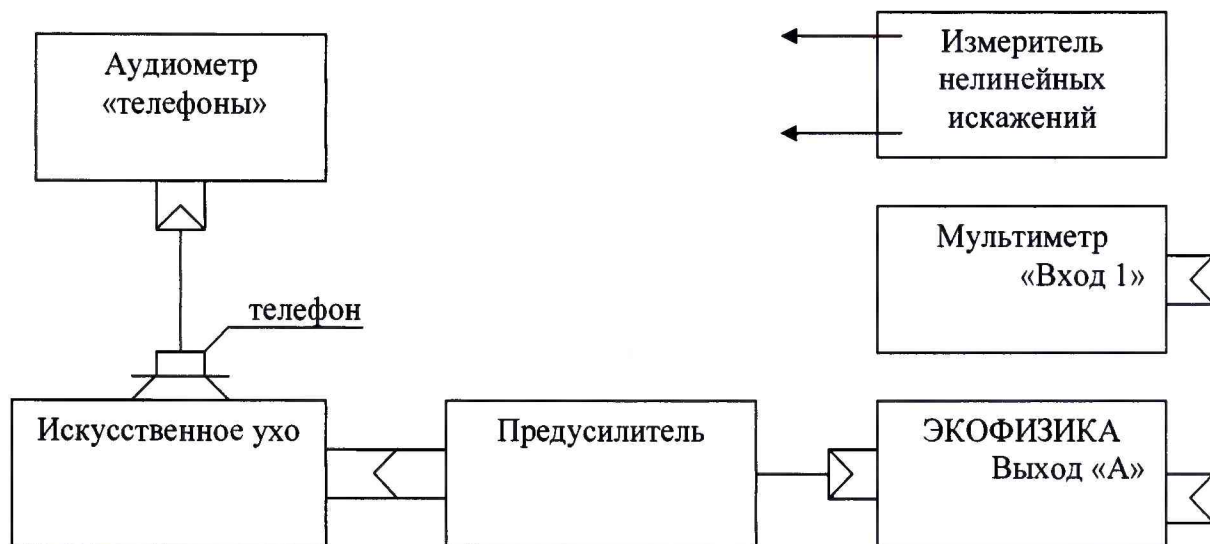

Рисунок 1
8.3.2.1 Провести измерения частоты при воздушном звукопроведении аудиометра ЭХО-К01 (с телефоном НДА 300) на частотах: 8000, 9000, 10000, 11200, 12500, 14000, 16000 Гц в соответствии со схемой (рисунок 1) с использованием искусственного уха 4153, при установленной интенсивности для всех частот 80 дБ, за исключением частот 14000 и 16000 Гц, для которых значение интенсивности соответственно устанавливается 70 дБ и 60 дБ.